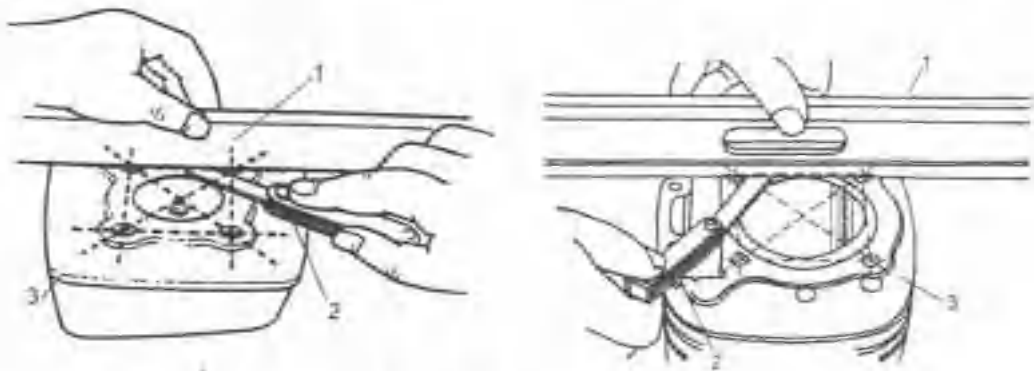

图 1-4 检测端面变形情况
(3) 气缸盖、气缸体端面变形的检修方法: 如图 1-4 所示, 将气缸盖(体)端面朝上放在工作台上, 用塞尺测量直尺与气缸盖(体)端面间的间隙, 且要多测几个点的间隙。若测量值大于使用极限值, 则将一张细砂纸平放在平台上, 再将气缸盖(体)放在细砂纸上, 用双手压着气缸盖(体)沿“8”字形路线进行研磨(图 1-5)。研磨时手的压力应均匀, 要边研磨边测量, 直到符合要求为止。磨平后用汽油或煤油将气缸盖(体)清洗干净, 然后将气缸盖(体)放在金相砂纸上磨光。